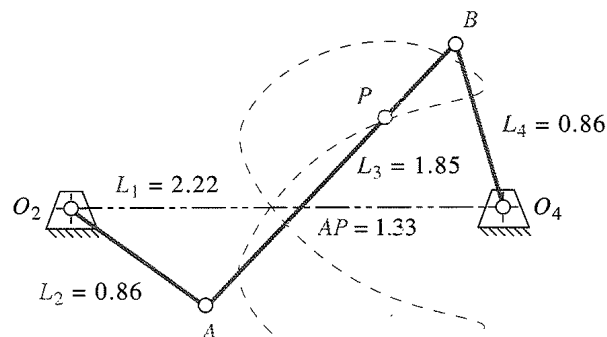

FIGURA P7-13 Problema 7-43
- †7-43 La figura P7-13 muestra un mecanismo y su curva del acoplador. Escriba un programa de computadora o utilice un solucionador de ecuaciones para calcular y graficar la magnitud y dirección de